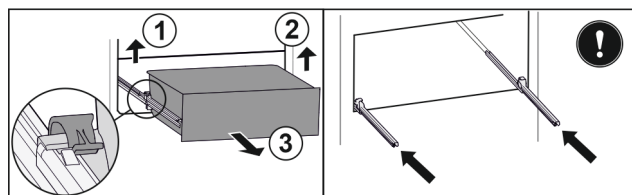

Fig. 54
- ▶ Podnieść lewy zacisk i wysunąć jednocześnie szufladę po lewej do przodu. Fig. 54 (1)
- ▶ Podnieść prawy zacisk i wysunąć jednocześnie szufladę po prawej do przodu. Fig. 54 (2)
- ▶ Wyjąć szufladę do przodu. Fig. 54 (3)